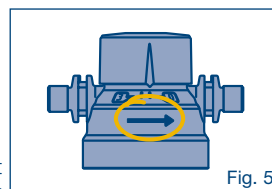

Fig. 5
2. Respectez le sens de la flèche sur la tête de filtrage; le filtre doit impérativement être installé dans le sens du débit. (voir Fig. 5)